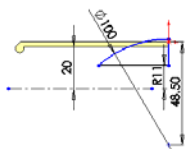
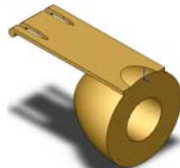

图 3-101 圆弧体草图
图 3-102 圆弧体
(6) 产生圆弧体。选择前视基准面，绘制如图 3-101 所示的圆弧体草图；单击（旋转凸台/基体）按钮后，选取中心线作为旋转轴线，旋转凸台产生，如图 3-102 所示。